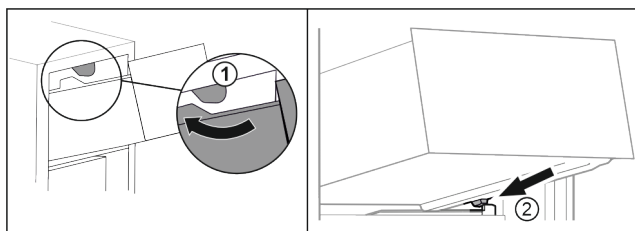

Fig. 132
- Schubfach um die oberen Stopper herumführen. Fig. 132 (1)
- Schubfach schräg hinter den unteren Stopper auf Behälterrippe aufsetzen. Fig. 132 (2)